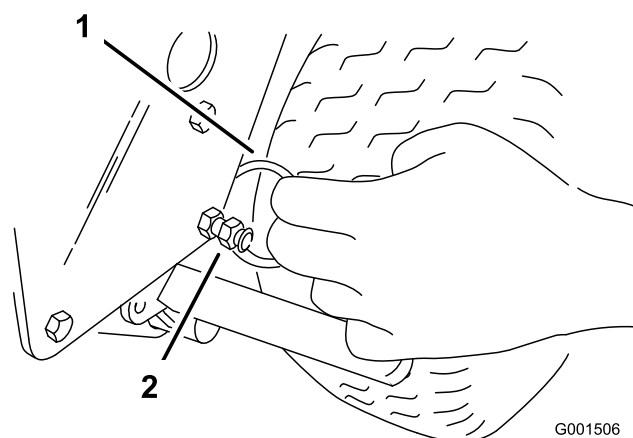

Figure 8
- Saisissez l'anneau fendu (Figure 8) sur le côté droit de la machine, tirez l'anneau et la chaîne hors du côté de la machine et accrochez l'anneau sur le boulon de la protection.